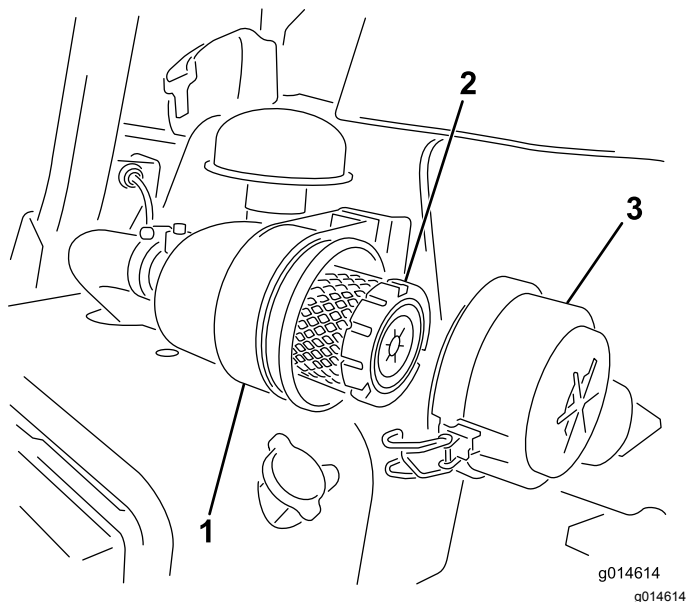

Bild 38
1. Lösen Sie die Riegel, mit denen die Abdeckung des Luftfilters am Luftfiltergehäuse befestigt ist (Bild 38).
7. Befestigen Sie die Laschen (Bild 38).